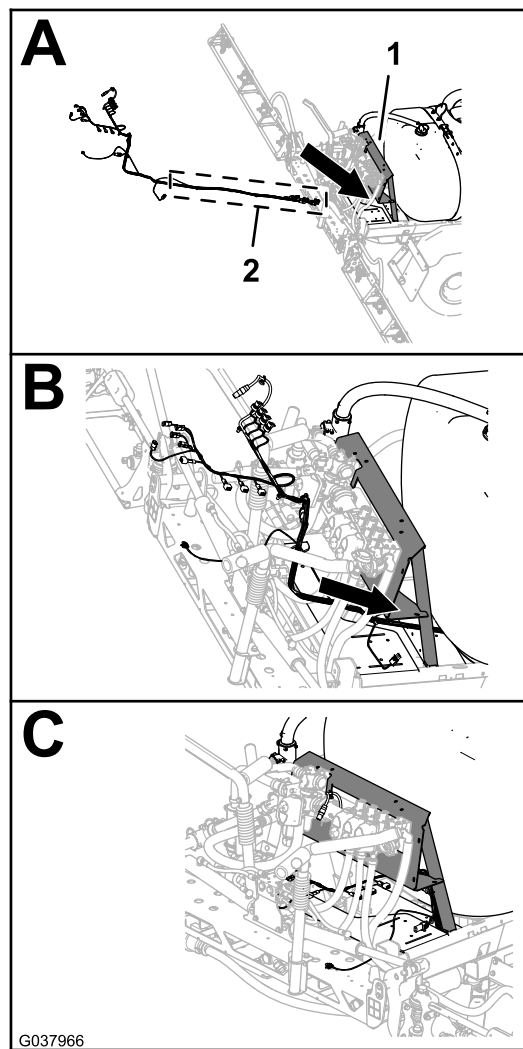

Figura 102
2. Passe a secção com 168 cm da nova cablagem elétrica entre a montagem da válvula para as válvulas de pulverização e o suporte direito para a montagem do coletor (Figura 102).